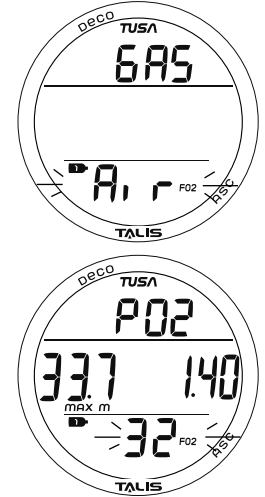

Abb. 28 - GAS 1 EINSTELLEN (FO2, dann PO2-Alarm)
**EINSTELLUNG GAS 1**, Informationen beinhalten (Abb. 28):